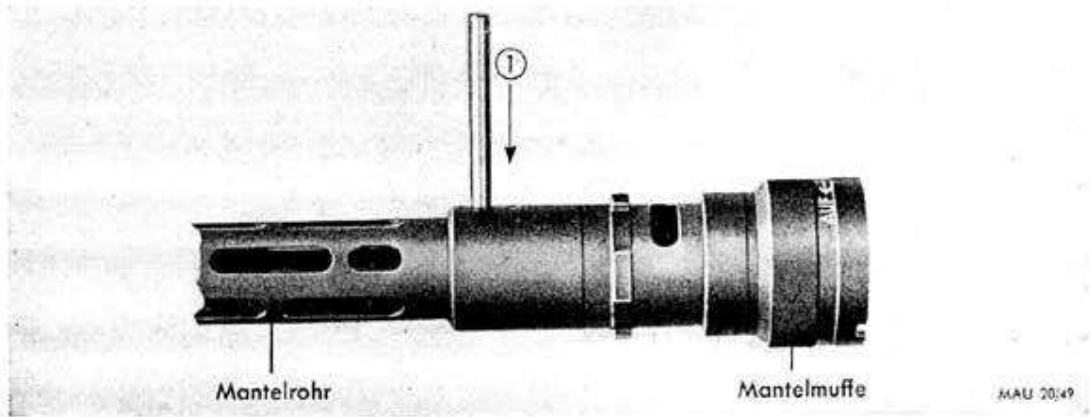

Abb. 49: MG 81; Herausschlagen des Senkniees zum Mantel
3. Zerlegen und Zusammensetzen des Mantels (Abb. 49—51)
① Mit einem Durchschlag Senkniet zum Mantel, der das Mantelrohr gegen ein Verdrehen der Mantelmuffe sichert, herausschlagen (Abb. 49).